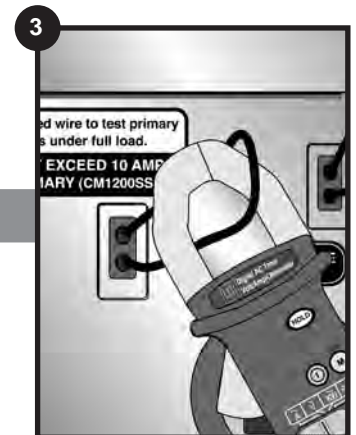

Fig. 20. Midiendo el amperaje de la primaria.
- 3 **Mida los amperes en la Primaria en el Enchufe de la Fotocelda (para transformadores de 300 a 600 Watt) o en la Curva de Prueba (para transformadores de 900 a 1500 watt).** (Fig. 20.)